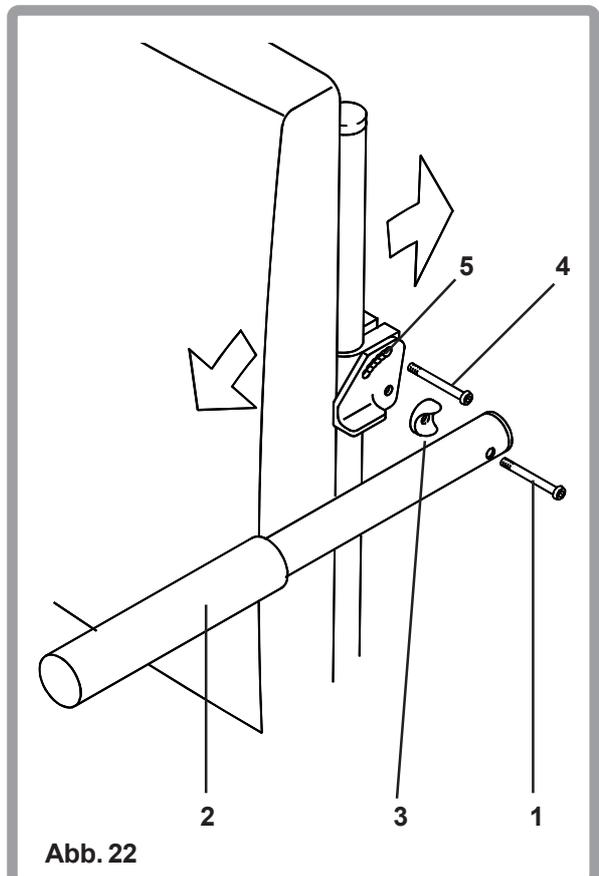

Abb. 22
Die rückklappbare Armauflage ist höhen- und winkeleinstellbar. Um die Armauflagen höher, tiefer oder den Winkel einzustellen, lösen Sie die beiden Schrauben (1 u. 4). Bewegen Sie die Armauflage bis zur gewünschten Position (5) und ändern Sie gegebenenfalls den Winkel. Nun können Sie die beiden Schrauben (1 u. 4) wieder festziehen (Abb. 22).